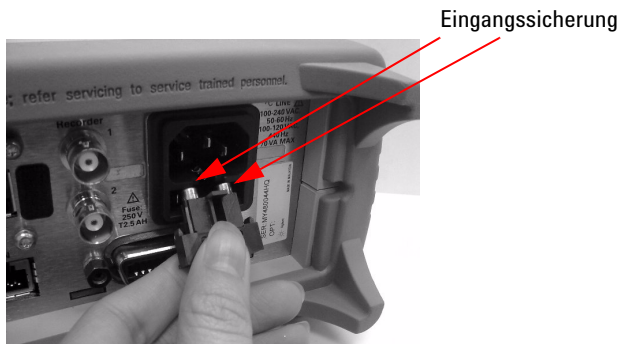

Abbildung 9-3 Austausch der Sicherung
- 1 Ziehen Sie den Sicherungshalter von der Rückseite ab, wie in Abbildung 9-3 gezeigt.
- 2 Installieren Sie die richtigen Sicherungen in den entsprechenden "In Reihe"-Positionen wie in Abbildung 9-3 gezeigt. (N1913A/1914A erfordert zwei Sicherungen.)